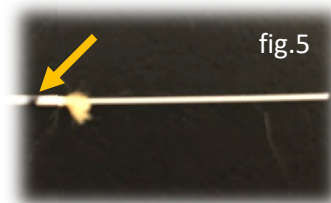

fig.5
- 3- Eliminare il filato aramidico (kevlar), se presente (fig.5)